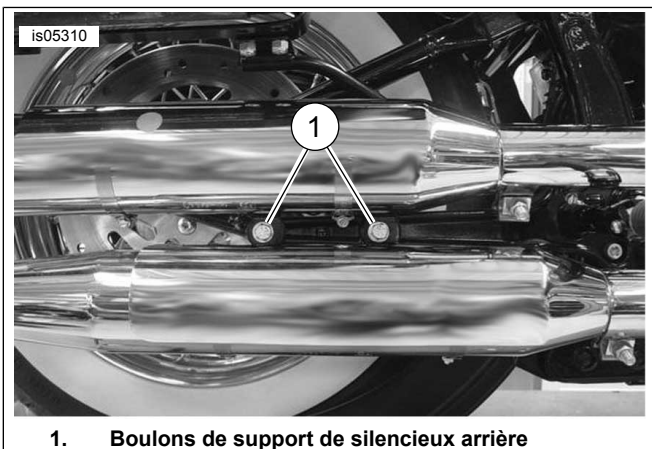
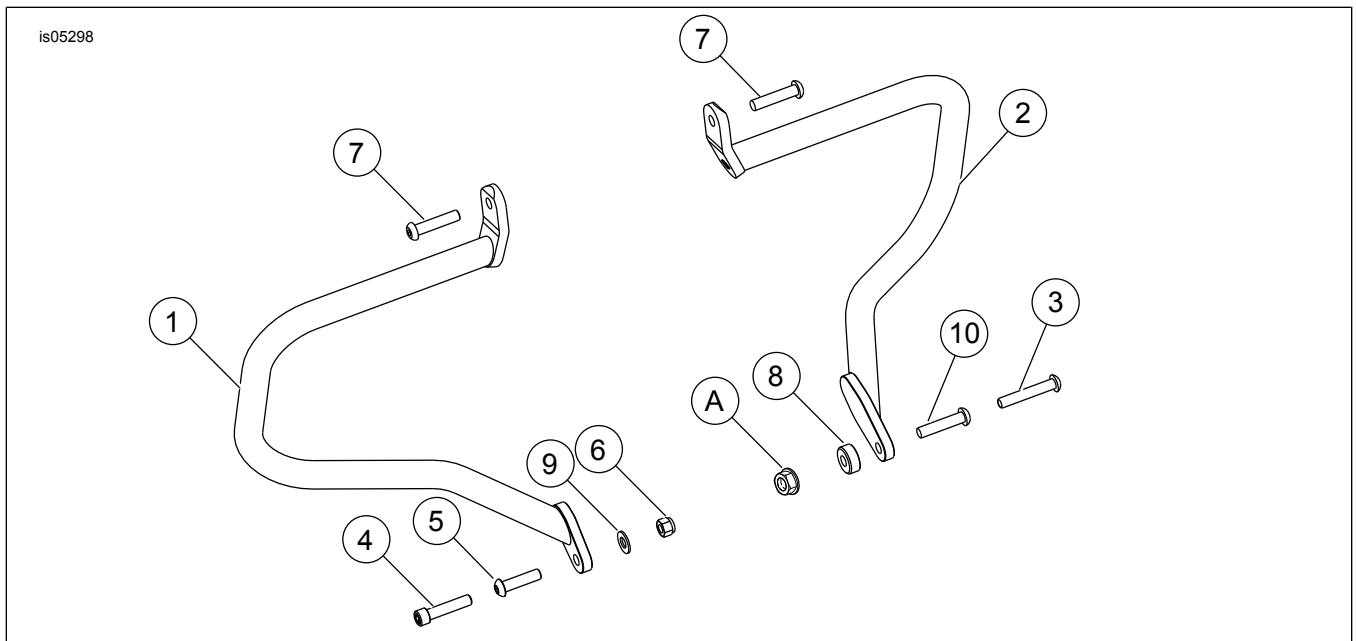

Figure 4. Boulons de support de silencieux arrière (modèles 2005 illustrés)
Figure 7. Pièces détachées : kit de protection de sacoche
Voir Figure 7 et Tableau 1.
4. Voir Figure 4. Retirer les deux boulons du support de silencieux arrière (1).
1. Voir Figure 7. Installer la vis supérieure (7) dans le support de garde-boue. Serrer la vis à la main.
2. Installer la vis inférieure (4 ou 5) avec la protection de sacoché, la rondelle (9) et le contre-écrou (6) à l'intérieur du cadre. Serrer la vis à la main.
- b. Voir Figure 4. Installer sans serrer les deux boulons du support de silencieux arrière (1).
2. Voir Figure 7. **Pour les modèles de 2005 à 2006** : Installer la vis inférieure (3) dans la protection de sacoche, l'entretoise de protection de sacoche (8), le support d'appui-pied et le cadre. Serrer à un couple de 41 N·m (30 ft-lbs). **Pour les modèles de 2007 et plus récents** : Installer la vis inférieure (10) dans la protection de sacoche, le support d'appui-pied et le cadre. Serrer à un couple de 41 N·m (30 ft-lbs).